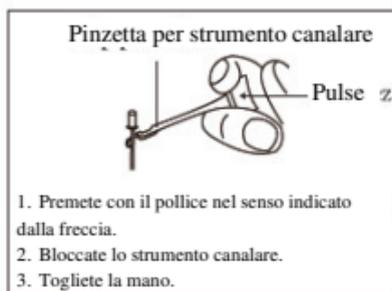

Figura 16
4.2.5 Agganciate lo strumento canalare con l'apposita pinzetta. Avvicinandovi all'apice, sentirete un suono continuo quando arriverete a meno di 2 mm dall'apice (Figura 16).